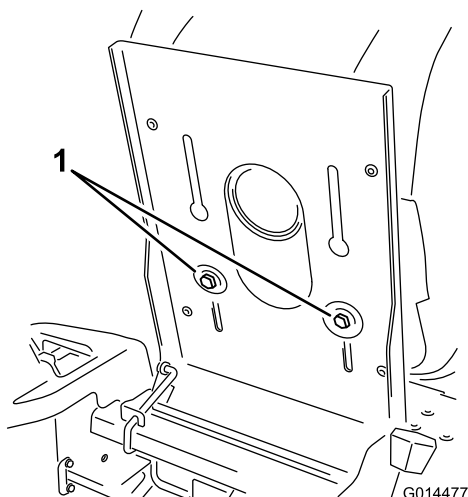

Figura 22
- Furo superior—utilize esta posição com a plataforma do cortador na posição de 63 mm e posições de altura de corte inferiores (Figura 22).
- Furo inferior—utilize esta posição com a plataforma de corte nas posições de altura de corte de 76 mm e superiores (Figura 22).
1. Eleve o banco e desaperte os parafusos de ajuste o suficiente para mover o banco (Figura 22).